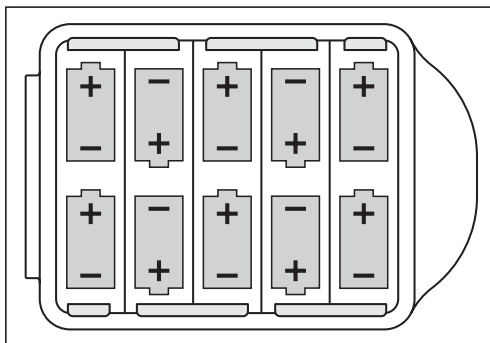

Fig. 17: Troca de pilhas no gerador – polaridade das pilhas
3. Coloque as pilhas novas. Preste atenção à polaridade correta (fig. 17).